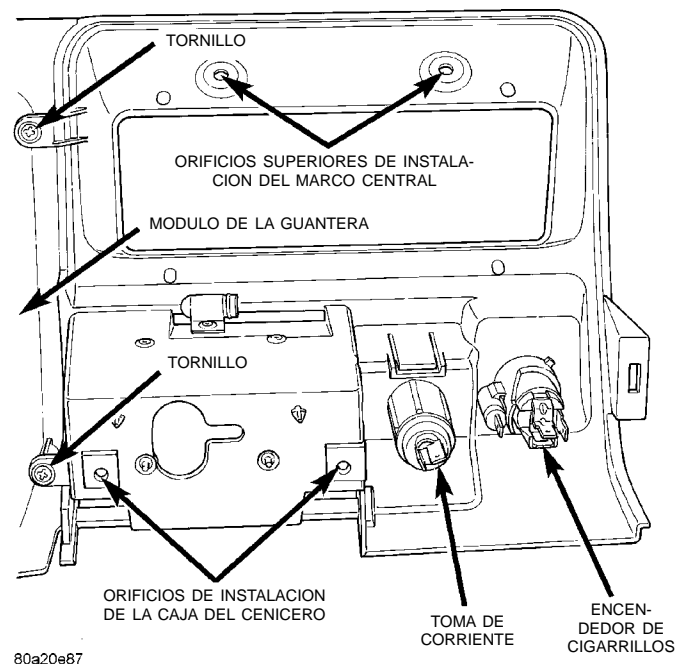

Fig. 16 Desmontaje/instalación del marco central del panel de instrumentos
(1) Retire el módulo de la guantera tal como se describe en este grupo.
(2) Desde la parte posterior del módulo de la guantera, retire los dos tornillos que fijan el marco central al extremo interior del módulo de la guantera (Fig. 16).